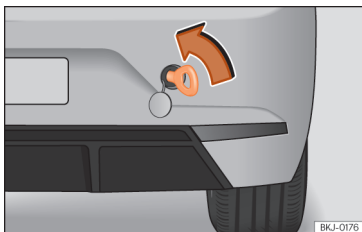

Fig. 160 No lado direito do para-choques traseiro: argola de reboque enroscada.
- Enrosque a argola de reboque no alojamento girando-a ao máximo **no sentido contrário ao dos ponteiros do relógio** »» Fig. 160, »» Página 267. Utilize um objeto adequado com o qual possa enroscar completa e firmemente a argola de reboque no seu alojamento.